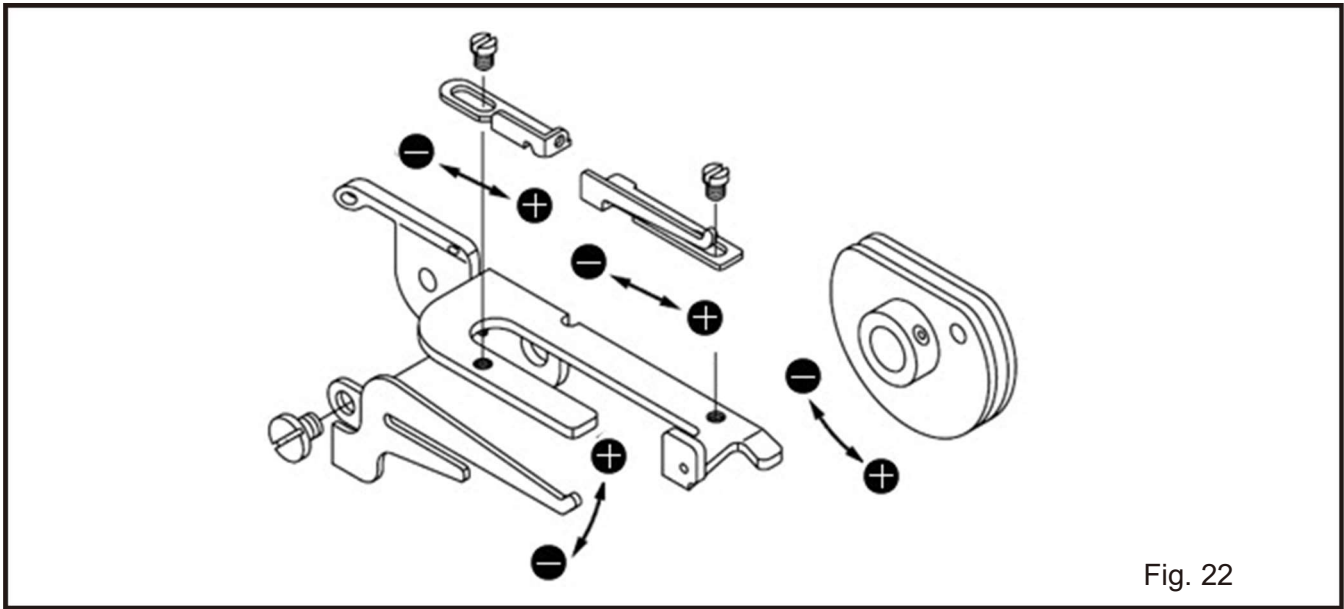

Fig. 22
4. Controle do came da linha do ponto corrente (Fig.22)